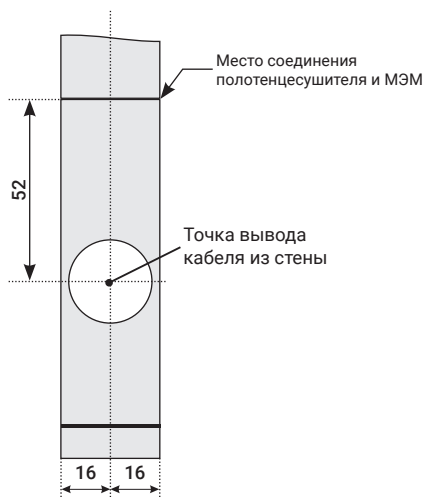

Рис.17
5.2.2. При подключении через скрытую проводку отсоедините сетевой шнур с вилкой от клеммной колодки (рис. 17).